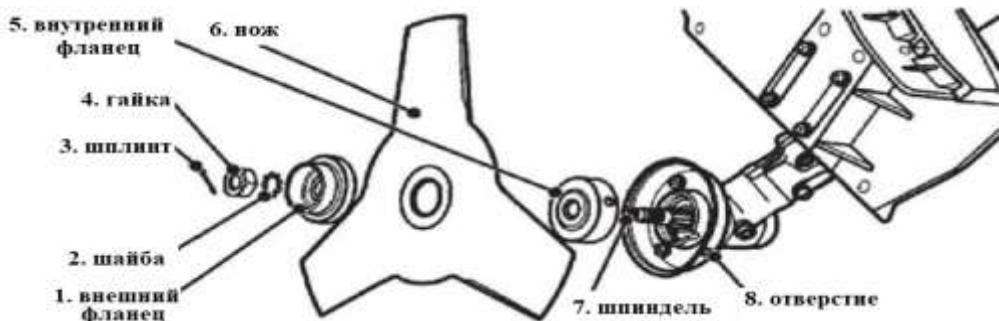

Рис. 4 Установка ножа бензиновой косы.
- Смотрите Рис. 4. Установите, соблюдая последовательность, на шпиндель бензиновой косы 7: внутренний фланец 5, нож 6, внешний фланец 1, шайбу 2 и гайку 4;